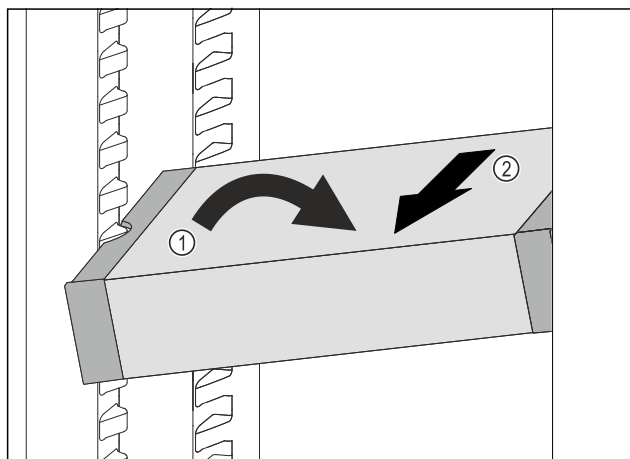

Fig. 106
- Расположите VarioSafe в холодильном отделении под наклоном. Fig. 106 (1)
- Извлеките VarioSafe движением вперед. Fig. 106 (2)